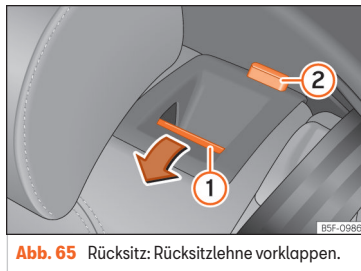

Abb. 65 Rücksitz: Rücksitzlehne vorklappen.
- Entriegelungstaste » [Abb. 65] ① nach vorn drücken und gleichzeitig die Rückenlehne umklappen. Die Rücksitzlehne ist entriegelt, wenn die rote Markierung des Tasters ② sichtbar ist.